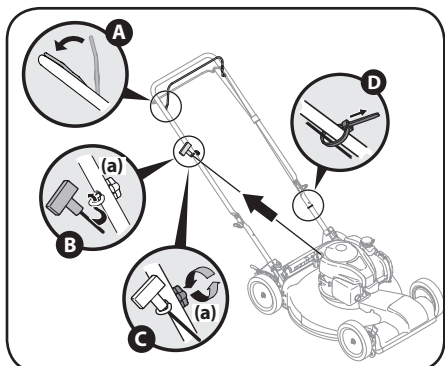

Figure 2-6
6. Le guide-câble est fixé sur le côté droit de la poignée supérieure. Desserrez l'écrou papillon (a) qui fixe le guide-câble à la poignée. Voir Figure 2-6.